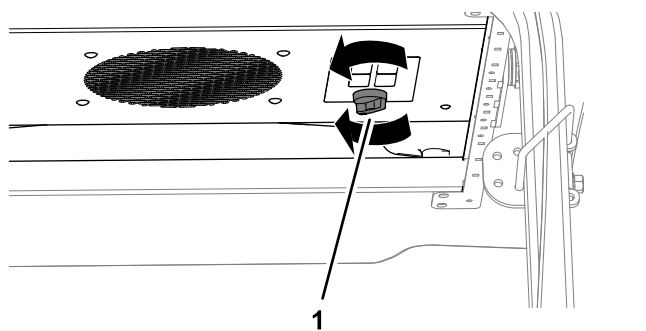

Figura 15
- Para fazer funcionar a ventoinha de arrefecimento, rode o manípulo do interruptor da ventoinha no sentido dos ponteiros do relógio para a posição LENTO, MÉDIO ou RÁPIDO da velocidade da ventoinha (Figura 15).
- Para desligar a ventoinha de arrefecimento, rode completamente o manípulo no sentido contrário ao dos ponteiros do relógio para a posição DESLIGAR (Figura 15).